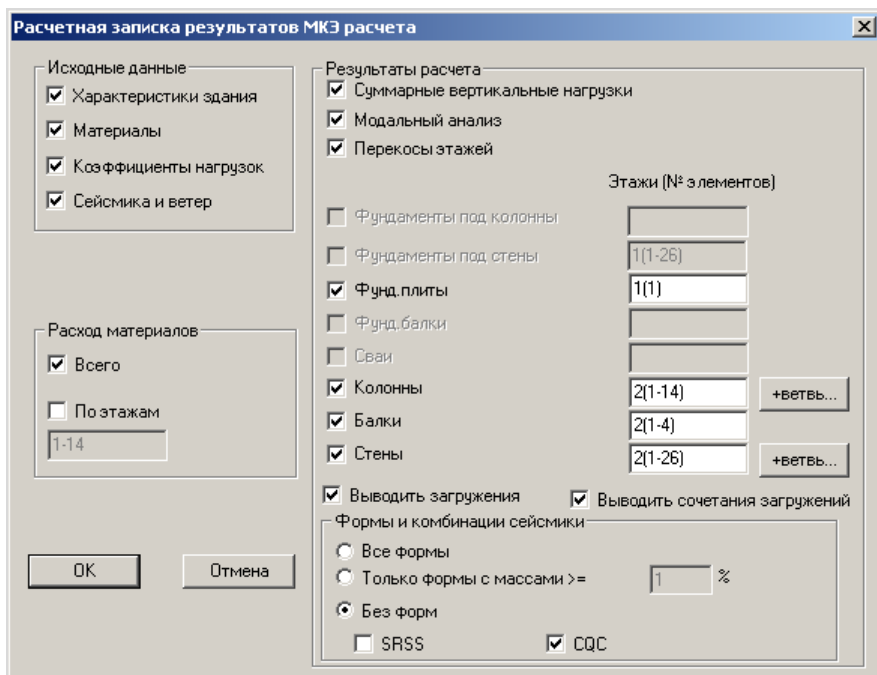

Рис.1.21.15. Окно диалога **Расчетная записка результатов МКЭ расчета**
- В открывшемся окне диалога **Расчетная записка результатов МКЭ расчета** (рис.1.21.15) выполните следующие действия: